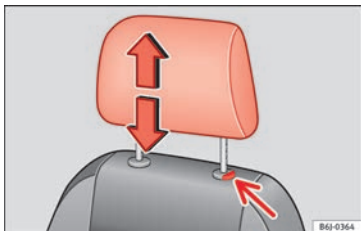

Bild 133 Ställa in och ta bort nackskydden
- Tryck på knappen » » bild 133 (pil).